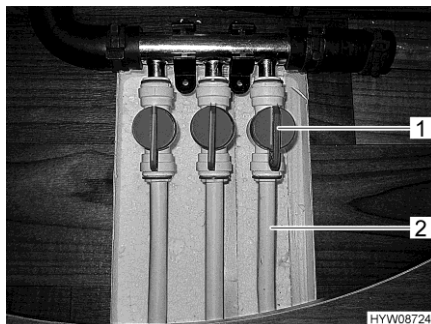

Fig. 128 Valvole di mandata (riscaldamento a pavimento)
- Regolare la maniglia (Fig. 128,1) sulla valvola di mandata della linea desiderata (Fig. 128,2) in posizione parallela rispetto alla tubatura del riscaldamento. Questa linea del riscaldamento a pavimento lavora così alla massima potenza.
- Regolare la maniglia (Fig. 128,1) sulla valvola di mandata della linea desiderata (Fig. 128,2) in una posizione qualsiasi. In questo modo la potenza del riscaldamento di questa linea può essere regolata in modo continuo.
- Regolare la maniglia (Fig. 128,1) sulla valvola di mandata della linea desiderata (Fig. 128,2) in posizione trasversale rispetto alla tubatura del riscaldamento. Questa linea del riscaldamento a pavimento ora è disinnescata.